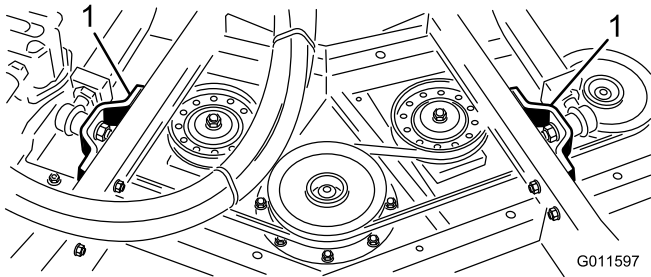

Bild 4
- Entfernen Sie die Schrauben, Scheiben und Sicherungsmuttern, mit denen die Kugelgelenke der Hubarme am Laufarmrohr des Mähwerks befestigt sind (Bild 4).